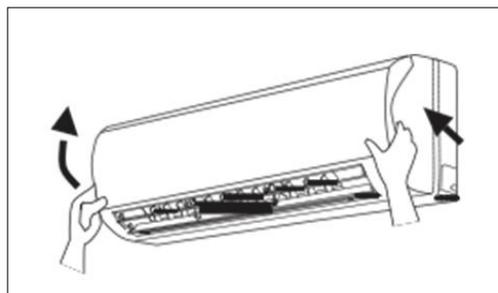

Figura 10-apertura pannello anteriore
- Aprire il pannello anteriore tirandolo verso l'alto (Figura 10).